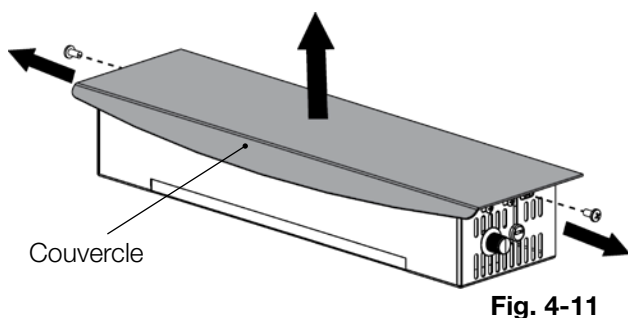

Fig. 4-11
- Retirez les deux vis servant à fixer le couvercle à l'assemblage de la soufflerie (**Fig. 4-11**). Mettez de côté les vis et le couvercle.